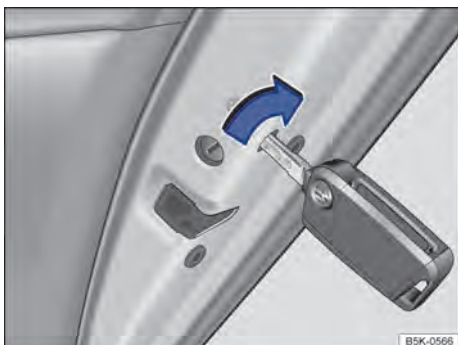

Fig. 73 Na parte dianteira da porta traseira direita: travamento de emergência do veículo com a chave do veículo.
- Inserir a haste da chave ou a chave de emergência na fenda vertical e girar → Fig. 73.